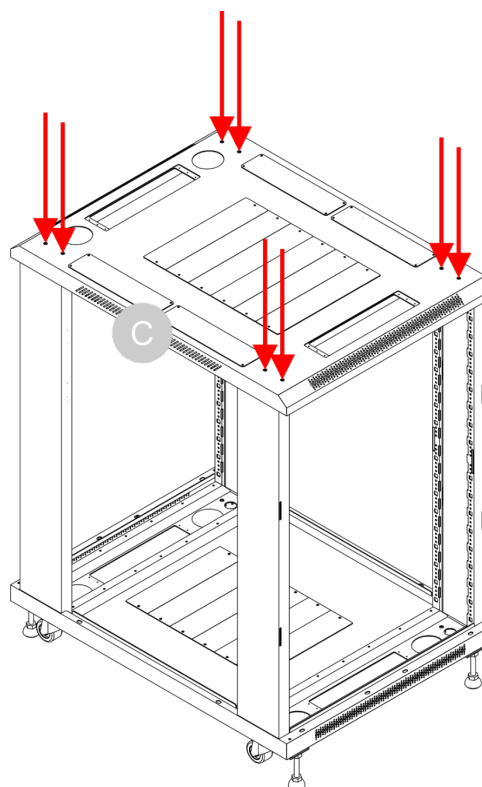

Fig. 28
- 12) Fissare i 4 angoli della **piastra superiore (C)** ai 2 telai (B) con **viti 4 x 2 (N)**, come indicato nella Fig. 28.